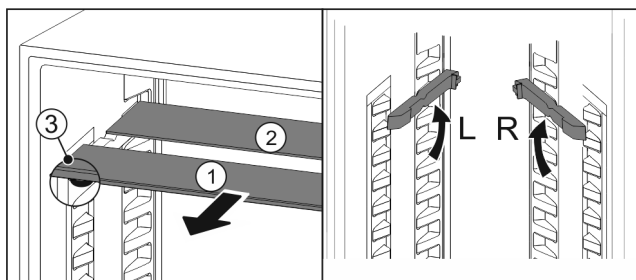

Fig. 133
- Húzza ki Fig. 133 (1) előre az üveglapokat egyesével.
- Az üveglap Fig. 133 (1) a díszléccel előre néz.
- Az ütközők Fig. 133 (3) lefelé mutatnak.